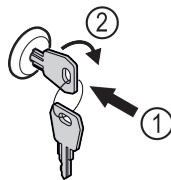

Fig. 94
- ▶ Πιέστε μέσα το κλειδί Fig. 94 (1).
- ▶ Περιστρέψτε το κλειδί 90° δεξιόστροφα Fig. 94 (2).